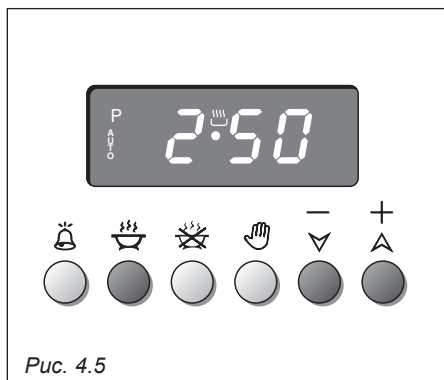

Рис. 4.5
1. Задайте время приготовления, нажав на кнопку , а затем на кнопку  (+) - для увеличения или на кнопку  (-) - для уменьшения временного периода (Рис.4.5).